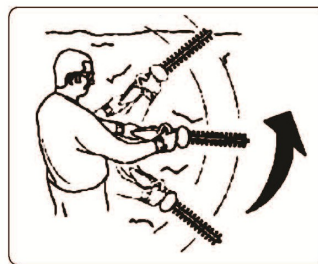

FIG. 39
**PODA LATERAL DE LOS SETOS.** Comience desde abajo y realice el movimiento de barrido hacia arriba. (Fig. 39)